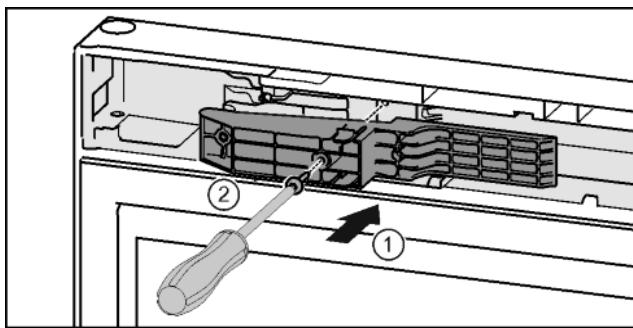

Fig. 47\*
- ▶ Ponovo umetnite adapterski element na strani ručke u otvor.\* Fig. 47 (1)
- ▶ Odvijačem T15 čvrsto pritegnite vijke.\* Fig. 47 (2)